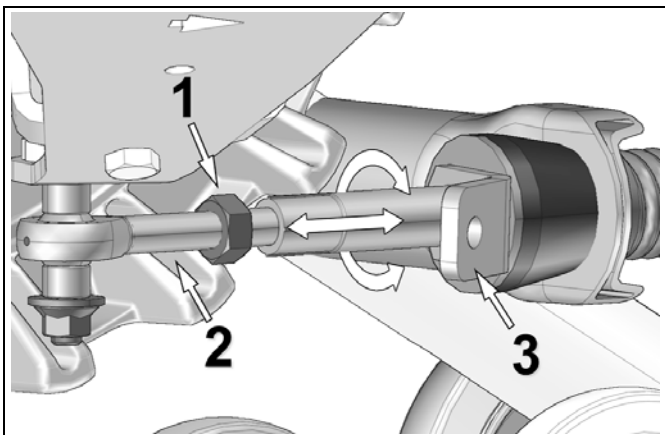

Abbildung 3
- Lösen Sie Gegenmutter (1). Stellen Sie die Länge des Stangenkopfes (2) ein, indem Sie das Lenkbegrenzer-Stützblech (3) des Stabilisierungsarms drehen. Verwenden Sie zur Drehung des Stützbleches einen 30 mm [1 3/16 Zoll] Schraubenschlüssel, um einen Abstand von **254 mm [10 Zoll]** vom Boden aus zu erzielen. Siehe Abbildung 3.